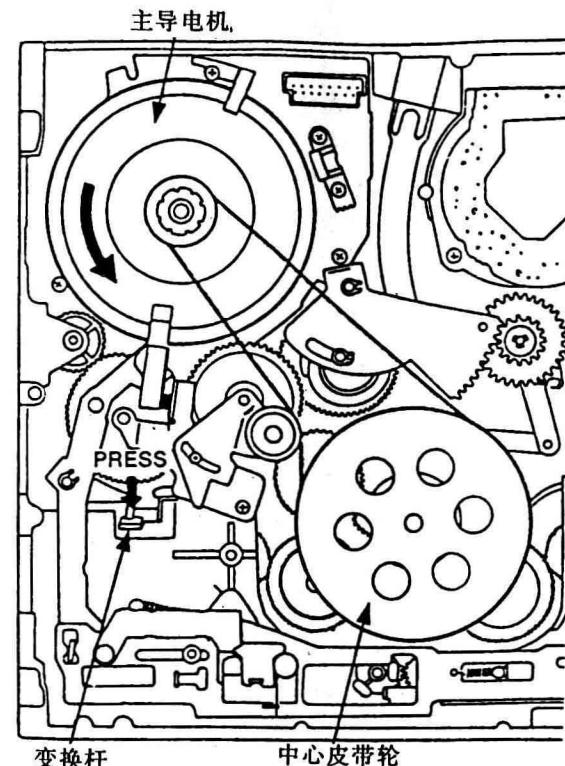
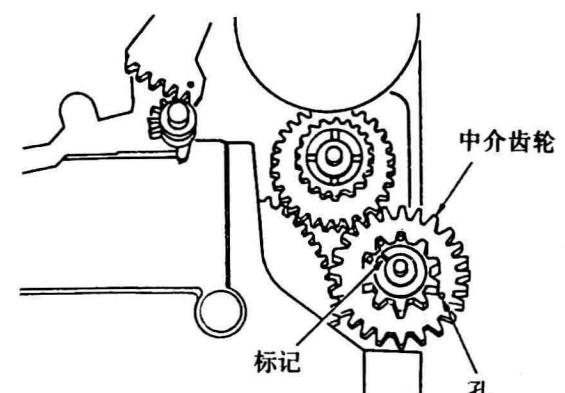

图76
图77
- 步骤: ①按压变换杆到如图76中箭头所示的位置;
②逆时针旋转主导电机直到机械装置处于完全起弹状态(即机械装置到达最终位置),并且要保持这个位置;
③要记住中介齿轮上的标记或孔的位置,如图77所示,逆时针转动主导电机,使中介齿轮上的标记或孔正好转一圈,并保持这个位置;